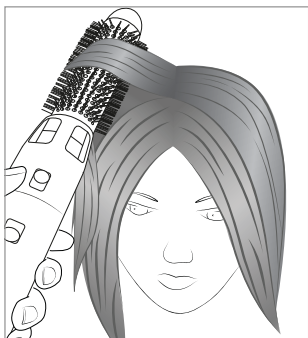

Fig. 7
- ▶ Vous pouvez également obtenir un effet plus gonflé à la racine des cheveux en maintenant simplement la brosse ronde **11** pendant quelques secondes sous la mèche, à la racine des cheveux (voir fig. 7).